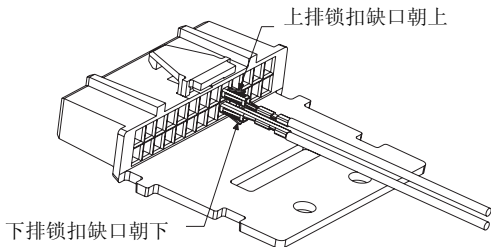

图 3 接触端方向
紧急脚踏开关套件包含一条电缆。电缆的一端有两条裸线，另一端也有两条线，一条带有接线片，另一条连接着一个接触端子。请参考图3，并完成以下连接：
3. 将带有接触端子的电线插入附件接口的#23插孔，如图 3 所示。